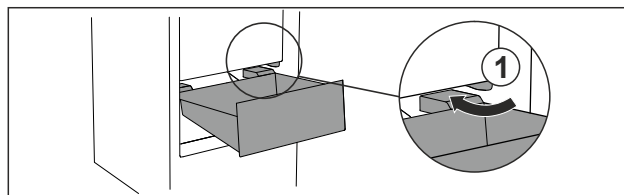

Fig. 70
- ▶ Lirka låda snett kring stoppklackarna Fig. 70 (1).